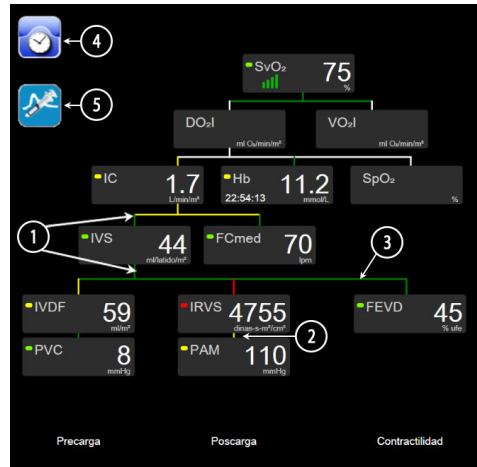

Figura 5-14 Pantalla de relaciones fisiológicas durante la monitorización con el módulo Swan-Ganz de HemoSphere
- 2 Las líneas verticales que conectan directamente dos parámetros son del mismo color que el indicador luminoso del parámetro situado debajo (por ejemplo, entre el IRVS y la PAM en la figura 5-14).
- 4 La barra de la izquierda se muestra una vez realizada la serie de bolos. Toque el icono de reloj/curva para visualizar los datos históricos (consulte la figura 5-14).
El ejemplo mostrado en la figura 5-14 es durante la monitorización con un módulo Swan-Ganz de HemoSphere. Habrá diferencias en el aspecto y los parámetros con otros modos de monitorización. Por ejemplo, durante la monitorización en el modo de monitorización del sensor FloTrac, FC_{med} se sustituye por FP, aparecen VPP y VVS (si están configurados), y no se muestran VDF ni FEVD.